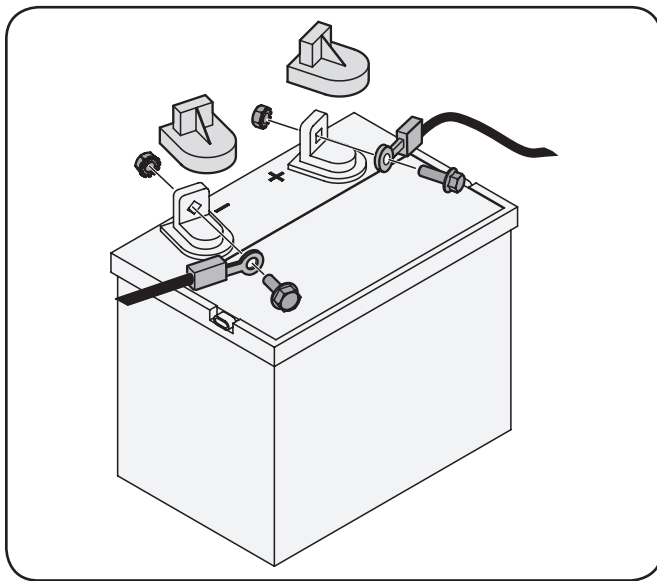

Figura 3-3
1. Retire la cubierta de plástico, si está presente, desde la terminal de la batería positivo y adjuntar el cable rojo a la terminal de la batería positivo (+) con el tornillo y la tuerca hexagonal. Ver Figura 3-3.
2. Retire la cubierta de plástico, si está presente, a partir de la negativa terminal de la batería y conectar el cable negro a la terminal de la batería negativo (-) con el tornillo y la tuerca hexagonal. Ver Figura 3-3.